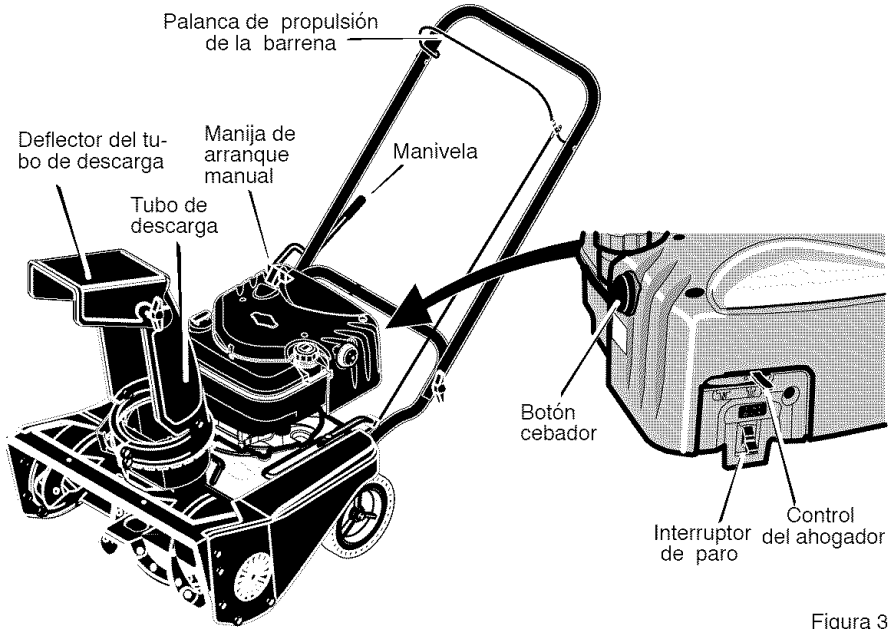

Figura 3
1. Para parar la descarga de nieve, suelte la palanca de propulsión de la barrena. Vea la Figura 3.
1. Empuje el **interruptor de paro** a la posición ENCENDIDO (Figura 3).